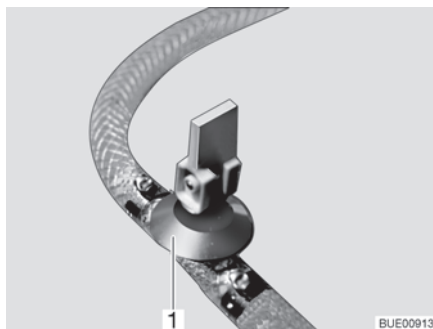

Fig. 166 Llave de desagüe (con balancín)
- Cerrar todas las llaves de desagüe. Para ello, ajustar el balancín de la llave de desagüe (Fig. 166,1) en la posición horizontal.